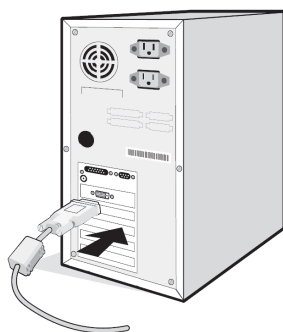

Figura A.1
2. **Per un PC con uscita digitale DVI:** Collegare il cavo dei segnali DVI al connettore della scheda video del sistema (**Figura A.1**). Serrare tutte le viti.